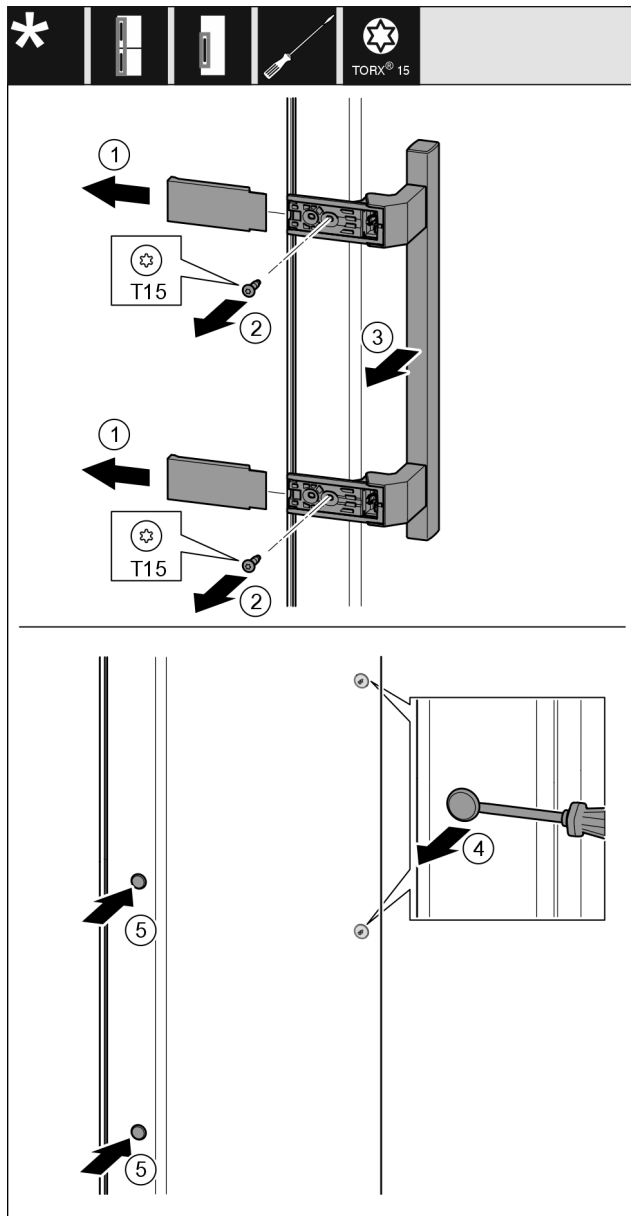

Fig. 21
- ▶ Izvucite poklopac Fig. 21 (1).
- ▶ Odvijačem odvrnite vijke Fig. 21 (2).
- ▶ Skinite ručku Fig. 21 (3).
- ▶ Odvijačem s ravnom glavom oprezno podignite bočni čep Fig. 21 (4) i izvucite ga.
- ▶ Ponovno umetnite čep Fig. 21 (5) na drugoj strani.